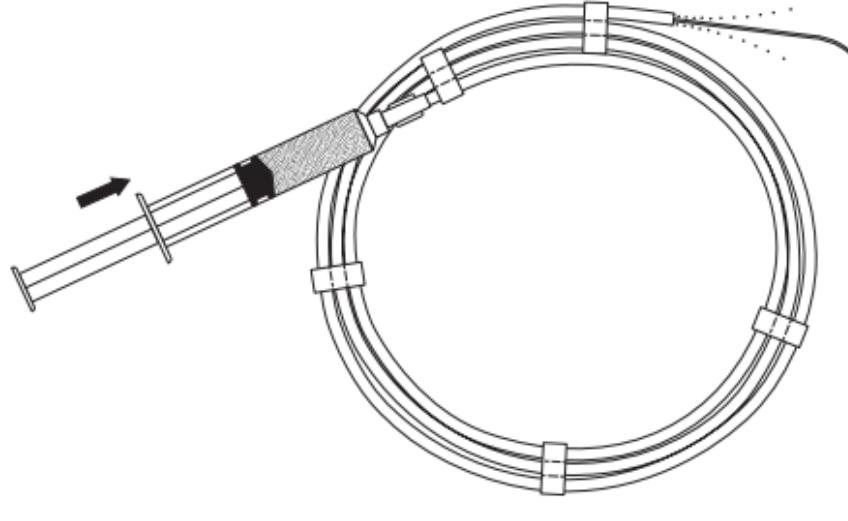

Fig. 1
2. Inyecte solución suficiente para humedecer por completo la superficie de la guía. (Fig. 1) De este modo, activará el revestimiento AQ y hará que la superficie de la guía esté muy lubricada.